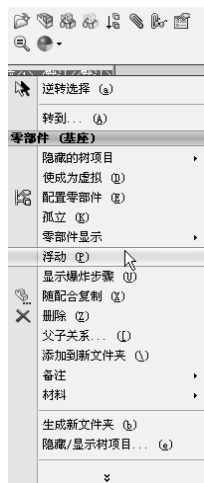

图 3-195 设置浮动的快捷菜单
2) 系统默认第一个插入的零件是固定的，也可以将其设置为浮动，右键单击“FeatureManager 设计树”中的固定文件，在弹出的快捷菜单中选择“浮动”选项，如图 3-195 所示。反之，也可以将其设置为固定状态。